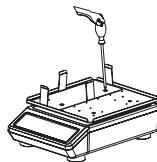

figura 3
2. Separe el soporte fijo de tubos de ensayo y el portamuestras (88882117, 88882118, 88882119), deposite el portamuestras sobre la bandeja y sujételo con los 4 tornillos embutidos (figura 3).